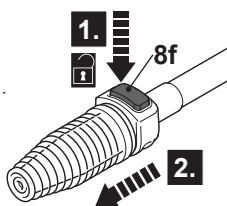

Fig. 7
- > Pressione o botão de desbloqueio (8f) (Fig. 7, etapa 1) e remova o bico (etapa 2).